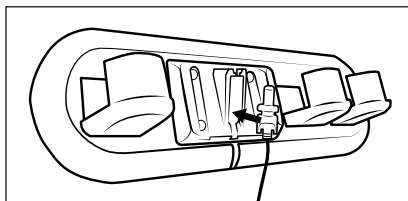

Fig. 4
- 1) Scoateți suportul pentru perete **18** din suportul pentru accesorii **17**. Introduceți conectorul-tată **11** al adaptorului de rețea **10** în suportul pentru perete **18** (a se vedea fig. 4). Fixați conectorul-tată **11** rotindu-l.